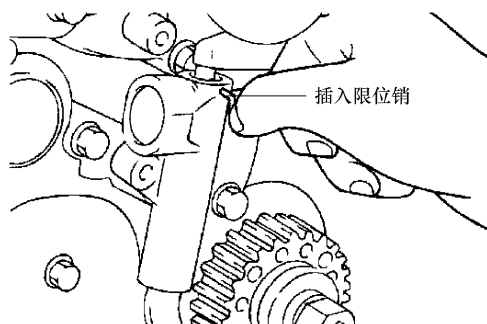

图 31-65 插入限位销
11) 安装自动张紧器。插入自动张紧器限位销，如图 31-65 所示。